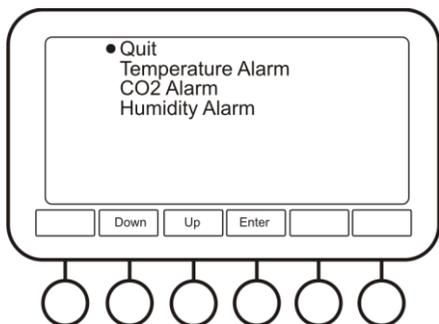

Рисунок 9. Установка сигналов тревоги
- **Установка сигналов тревоги (Alarm Settings, рис. 9).** Пользователь может устанавливать сигналы тревоги при изменении значений температуры, уровня CO₂ и относительной влажности. Все сигналы тревоги работают по следующей схеме, на примере температуры: